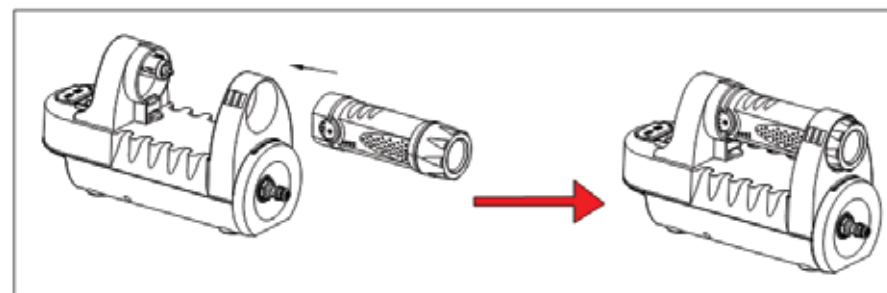

Рис.2
- Вставьте аккумуляторный фонарь в насосный модуль мини-мойки (рис.2).